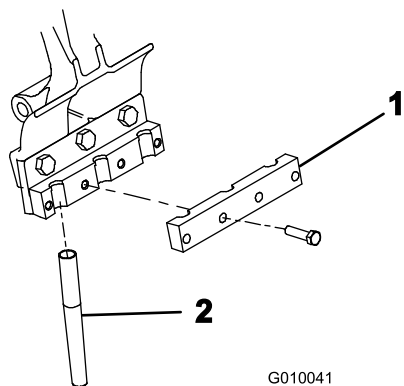

Bild 24
4. Befestigen Sie eine Tinesklemme mit vier Schrauben (3/8" x 1-1/2") lose an jedem Tines-Halter (Bild 24). Ziehen Sie die Bolzen nicht fest.